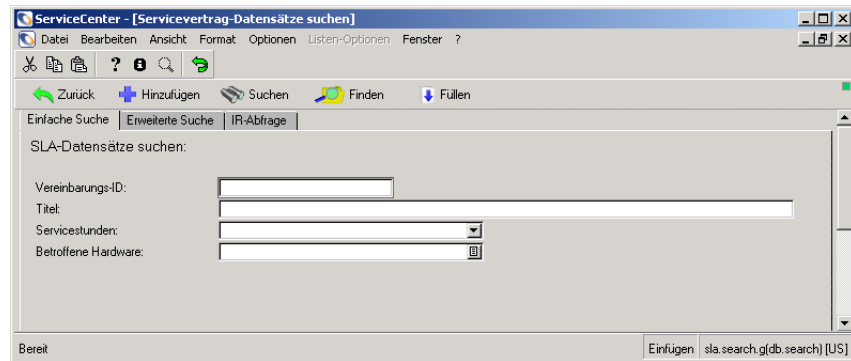

Abbildung 8-1: SLA-Suchformular
- 2 Klicken Sie auf **SLA-Daten**. Abbildung 8-1 zeigt das SLA-Suchformular.